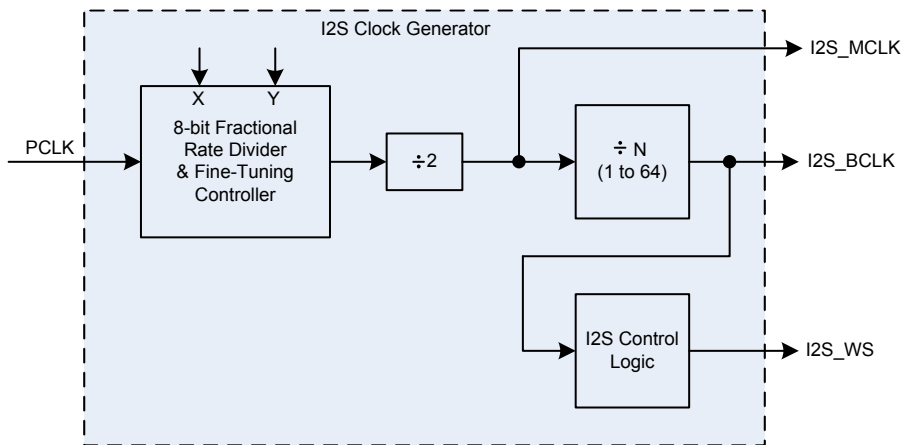

图 193. I²S 时钟发生器方框图
I²S 的主时钟 (I2S_MCLK) 和位时钟 (I2S_BCLK) 由 I2SCDR 寄存器里的相关值决定。I²S 位时钟频率设置决定于所需的音频采样频率、所用的数据格式 (立体声或单声道) 以及数据大小。主时钟频率 (I2S_MCLK) 产生需要使用一个小数时钟分频器, 此分频器将 I²S PCLK 频率进行分频。合理设置分子 (X) 和分母 (Y) 的值从而产生一个主时钟 (I2S_MCLK) 两倍的频率值。分频器的输出频率除以 2 从而使输出时钟占空比更均匀。I²S 时钟发生器方框图如图 193 所示。小数频率分频器公式如下: